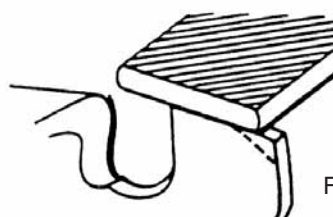

Fig. 4-4
- 4) Avrund fronthjørnet for å opprettholde rytterens originale form etter å ha brukt ryttermalen. Følg alltid de anbefalte rytterinnstillingene som finnes i vedlikeholdsbrosjyren eller bruksanvisningen for din sag. (Fig. 4-4)